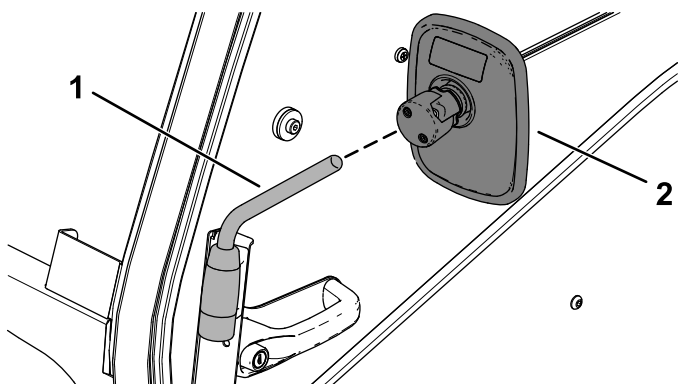

Bild 6
8. Schieben Sie den Spiegel auf den Spiegelarm und stellen Sie den Spiegel auf den gewünschten Winkel (Bild 6).